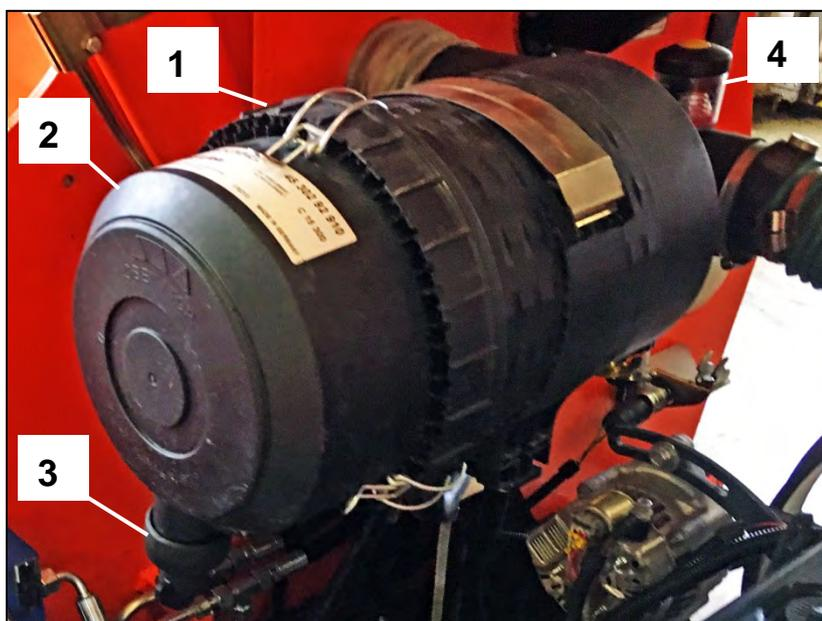

Рис. 34- Местонахождение воздушного фильтра
2. Снимите торцевую крышку 2 (Рис. 34) с корпуса 1 (Рис. 34) воздушного фильтра. При необходимости очистите торцевую крышку и убедитесь в том, что клапан 3 (Рис. 34) не загрязнен. Проверьте клапан 3 (Рис. 34) на наличие признаков износа или повреждений; при необходимости замените его.
5. Установите торцевую крышку 2 (Рис. 34) на корпус 1 (Рис. 34) воздушного фильтра и зафиксируйте ее.